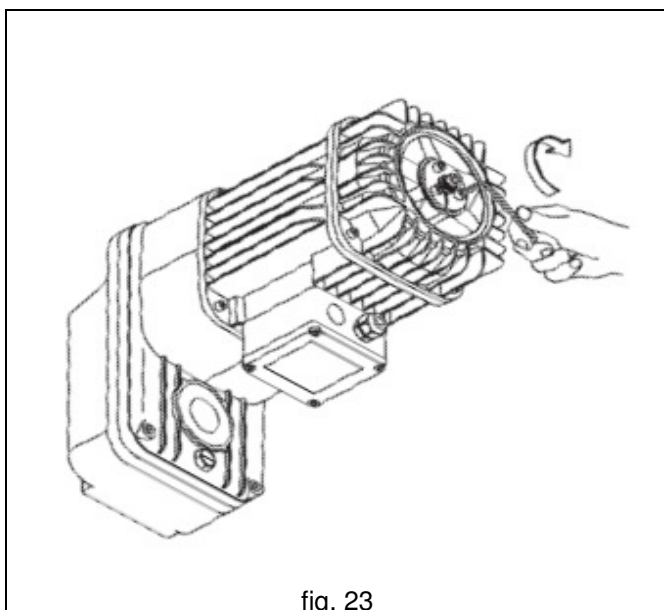

fig. 23
6. Volver a colocar los tres tornillos en sus asientos originales de la tuerca, atornillándolos a la zapata (fig. 23);